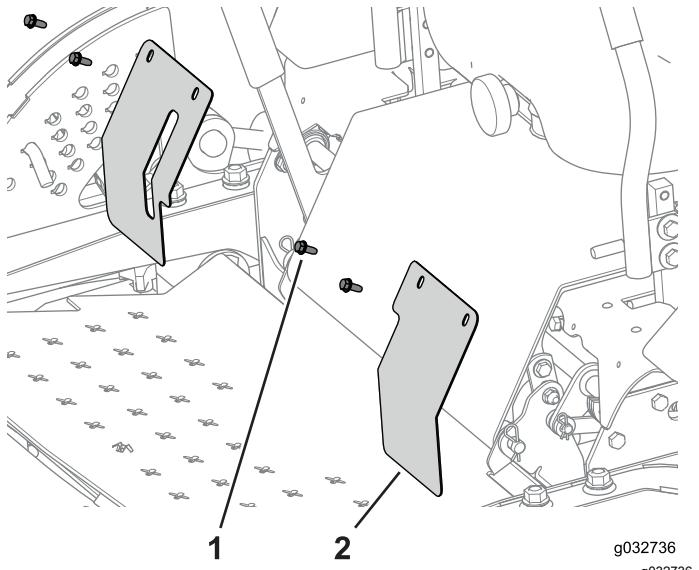

Figure 114
- Déposez les plaques de protection et mettez-les de côté (Figure 114).